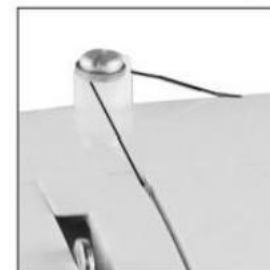

Abb.12
2. Führungsdraht durch die Spannscheibe der Wickelmaschine auf der Oberseite der Maschine (Abb. 12)